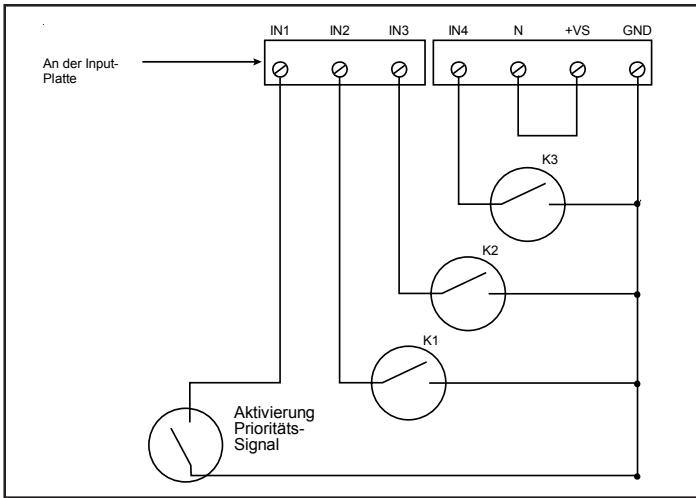
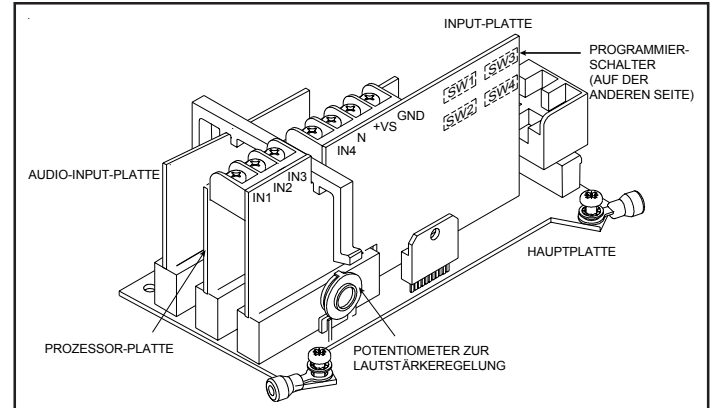

Abb. 5. Anschluss mit Mehrfach-Schutzgasrelais-Kontakten
Abb. 9. PC-Plattenpositionen
- b. Wählen Sie aus Abb. 5 -10 die korrekte Anschlussmethode zur Input-Platte (Abb. 9) aus.
4. Sehen Sie die Abb. 9 und 11, wenn Sie die Töne einstellen. Verwenden Sie dazu die Miniatur-Programmierschalter der Input-Platte.